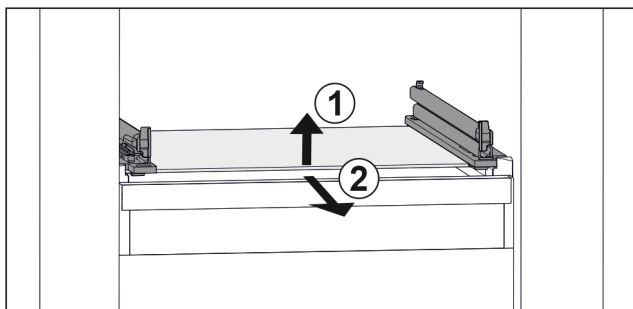

Fig. 109 Primjerni prikaz staklene ploče
- Staklenu ploču podignite sprijeda. Fig. 109 (1)
- Izvadite staklenu ploču prema naprijed. Fig. 109 (2)